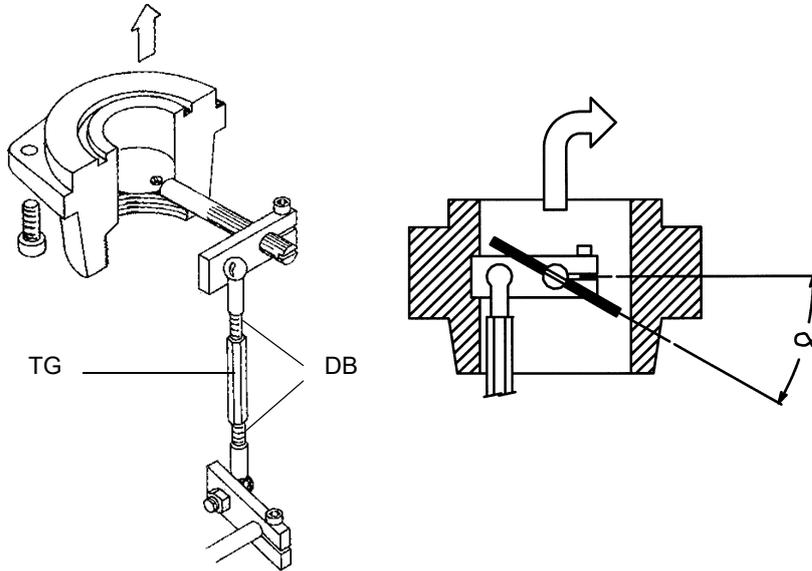

Fig. 26
- 11 Per variare la portata del gas allentare i dadi **DB** (Fig. 26) e regolare l'angolo di apertura della valvola a farfalla ruotando il tirante **TG** (la rotazione oraria incrementa la portata del gas, quella antioraria la diminuisce). La fessura sul perno della valvola a farfalla indica l'angolo di apertura rispetto all'asse orizzontale (Fig. 26).